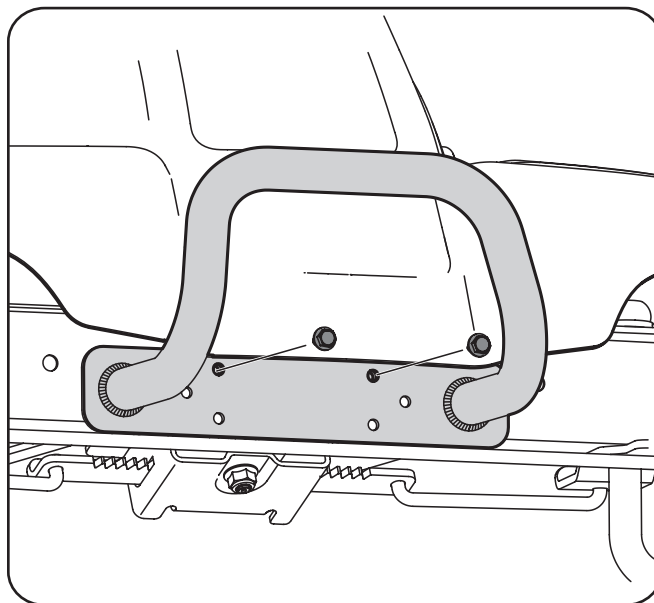

Figura 3-13
- Extraiga los dos tornillos como se indica en la Figura 3-13.
- Ubique el paragolpes sobre los orificios de montaje y sujete con los elementos de ferretería que extrajo en el Paso 1, como se indica en la Figura 3-13.